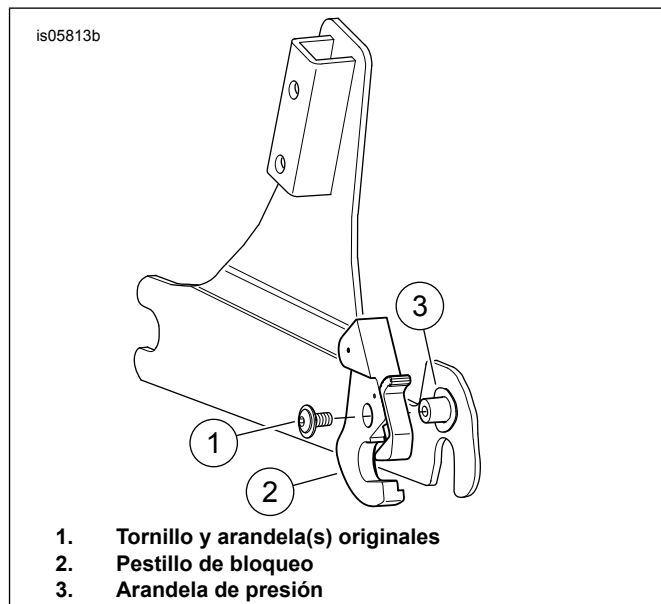

Figura 7. Instalación interior derecha (alivio oculto)
1. Ver Figura 7 . Retira el pestillo derecho sin bloqueo. Deja la arandela de presión derecha en el cubo de montaje derecho.